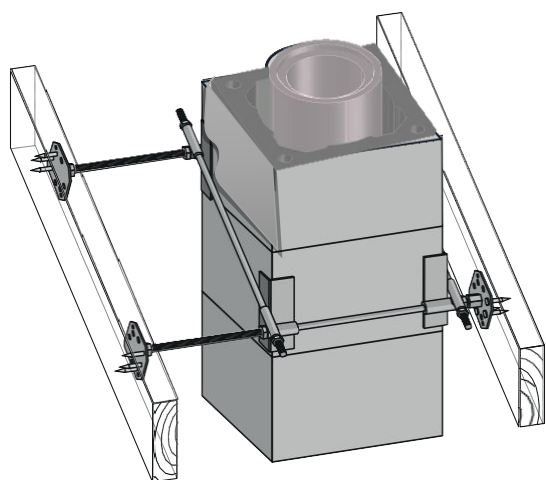

Рис.22
10. При пересечении конструкции кровли, необходимо выполнить крепление дымохода. Учитывайте возможное вертикальное перемещение кровли относительно дымохода, поэтому закрепление необходимо выполнять с возможностью вертикального скольжения по дымоходу. Рекомендуем применять готовый Комплект крепления к кровле Schiedel. Рис.22. Допускается изготовление крепления по месту. Рис.23-24